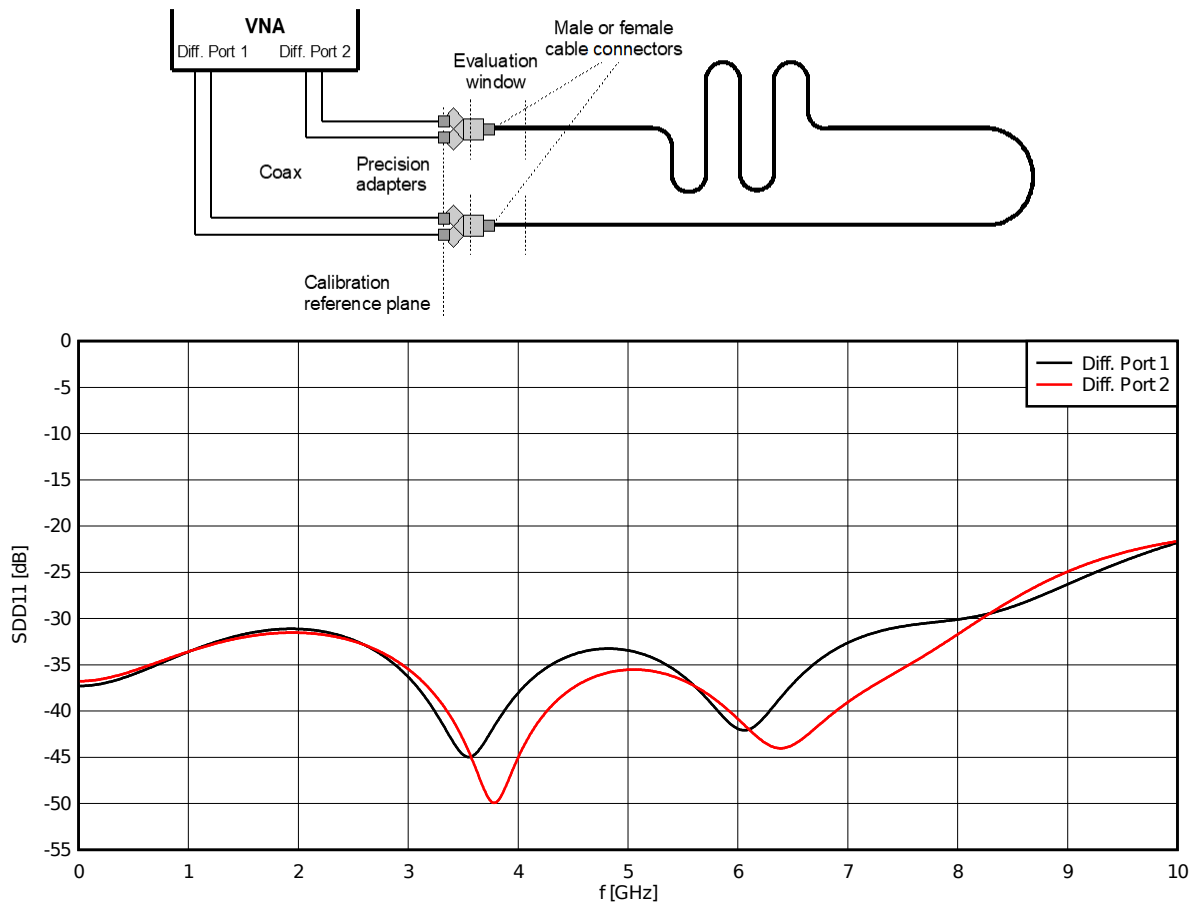

図 2-4. ケーブル・アセンブリ両端の H-MTD[®] コネクタの反射損失 (ゲート掃引)
反射損失 (RL) はほとんどコネクタで決まるため、H-MTD® と HFM® のインピーダンスはそれぞれ 100Ω と 50Ω の基準インピーダンスと正確に一致しています。図 2-4 に、ケーブル・アセンブリの両端の H-MTD® コネクタの対応する RL (ゲート掃引) を示します。